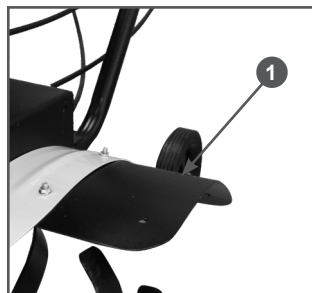

Рис. 10 Установка защитных крыльев
10. Установите дополнительные защитные крылья 1 (Рис. 10).